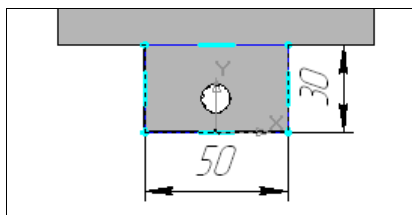

Рис. 18.32. Эскиз для вырезания
- ◆ разверните модель и выделите грань с обратной стороны бобышки. На этой грани создайте эскиз в виде прямоугольника 50×30 (рис. 18.32);